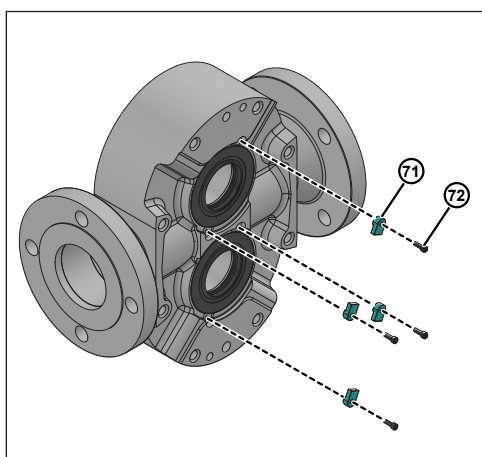

Figure 118 - Pose des vis et de la languette de retenue
5. Installez toutes les languettes de retenue (71) et les boulons de retenue (72) sur le corps de pompe, comme illustré à la figure 118. Cette opération s'applique au modèle 006-130.